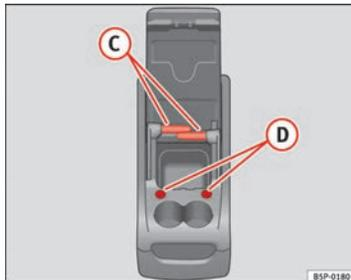

Fig. 115 Porta-objects móvel. Funções
Para utilizar a mesa (C) ⇒ Fig. 115, tem que se tirá-la do seu alojamento na lateral do porta-objects móvel e colocá-la no seu alojamento (D) ⇒ Fig. 115 na parte frontal do porta-objects móvel.